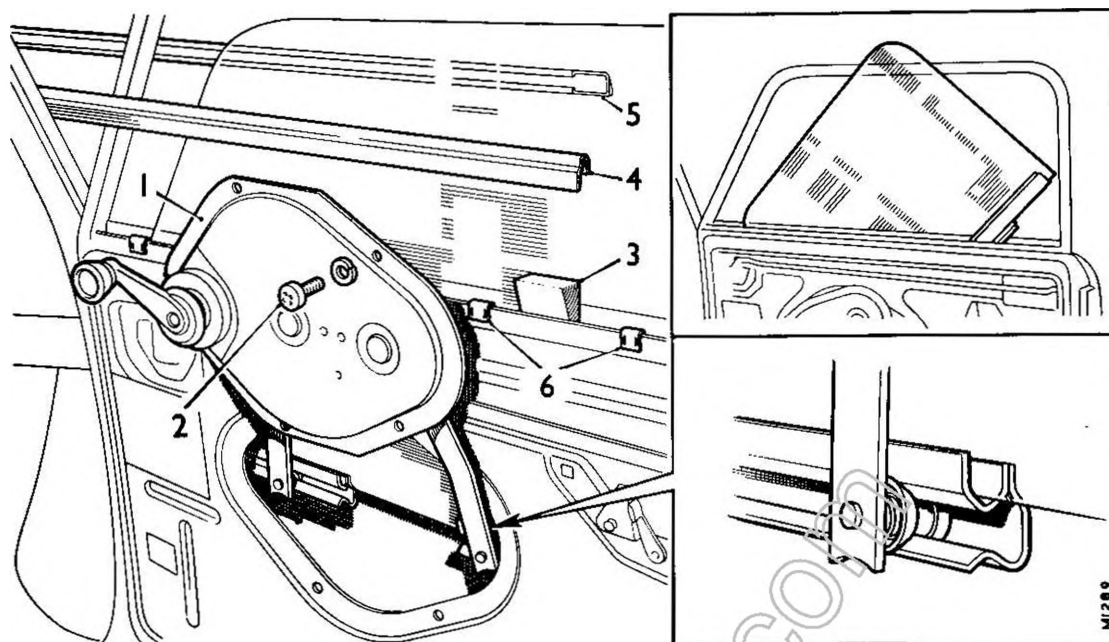

Fig. Rb.8
- (1) Rimuovere la maniglia di comando interno della serratura, la maniglia dell'alzacristallo ed il pannello di rivestimento. Se necessario, rimuovere le strisce di nastro adesivo.
- (2) Rimuovere le modanature interne ed esterne filo cintura (Fig. Rb.8).
- (3) Svitare le viti di fissaggio dell'alzacristallo; alzare il cristallo sino a mezzavia della sua corsa (usare la maniglia dell'alzacristallo) e piazzare sotto il cristallo dei blocchi di legno per mantenerlo in questa posizione durante il distacco dell'alzacristallo.
- (4) Allontanare l'alzacristallo dalla porta e ruotare la maniglia di comando sino a quando i bracci si trovano in posizione verticale (Fig. Rb.8). Liberare i bracci dal canalino muovendo l'alzacristallo verso il bordo anteriore della porta per sganciare il braccio posteriore e verso il bordo posteriore per sganciare il braccio anteriore.
- (5) Rimuovere i blocchi di legno da sotto il cristallo; orientare il cristallo verso la posizione indicata in Fig. Rb.8 e rimuoverlo dalla porta.
- (6) Eseguire le operazioni del distacco nell'ordine inverso e tener presente le seguenti istruzioni:-
- (7) Al rimontare il cristallo assicurarsi che poggia nel canalino e, per facilitare il rimontaggio dei bracci dell'alzacristallo, mantenerlo nella posizione indicata nella Figura Rb.8 mediante blocchi di legno. Stendere uno strato di sigillante attorno alla piastra di montaggio dell'alzacristallo.
- (8) Prima di rimontare le modanature filo cintura, assicurarsi che le mollette di pressione siano disposte a intervalli uguali.
- (9) Al rimontare la modanatura interna, montare l'estremità anteriore a contatto della guarnizione di gomma del canalino, prima di procedere al montaggio dell'altra estremità.
- (10) Riappiccicare nuove strisce di nastro adesivo.